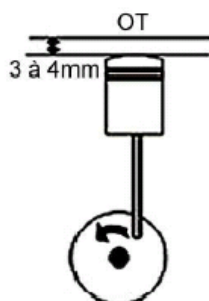

fig. 1
1. Zet de zuiger op 3 à 4 mm voor zijn dood punt (OT). (fig. 1)